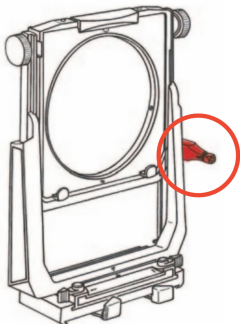

Fig. 1 - Décentrement vertical
1. Le décentrement vertical de l'objectif s'effectue au moyen du levier de levage [31] (Voir figure 1 en bas à gauche).